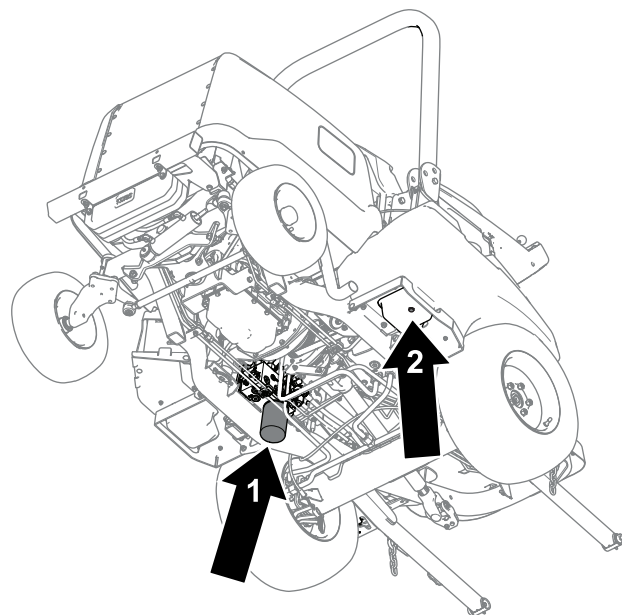

図 85
- タンクの底面にあるドレンプラグ図85を外し、流れ出すオイルを容器に受ける。
- フィルタの下に廃油受けを置き図85フィルタを外して排出されるオイルを回収する。